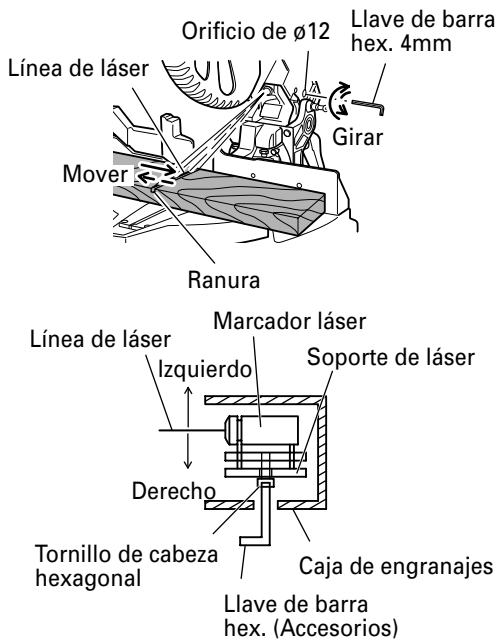

Fig. 17
- (2) A continuación introduzca una llave de barra hexagonal de 4 mm en el orificio de 12 pulgadas de diámetro situado sobre el lado de la caja de engranajes, y gire el tornillo de cabeza hexagonal para desplazar la línea de láser. (Si gira el tornillo de cabeza hexagonal en el sentido de las agujas del reloj, la línea de láser se desplazará hacia la derecha, y si lo gira en sentido contrario a las agujas del reloj, se desplazará hacia la izquierda.) Cuando trabaja con la línea de tinta alineada con el lado izquierdo de la hoja de sierra, alinee la línea de láser con el extremo izquierdo de la ranura. (Fig. 17) Cuando la alinee con el lado derecho de la ranura, alinee la línea de láser con el lado derecho de la ranura.